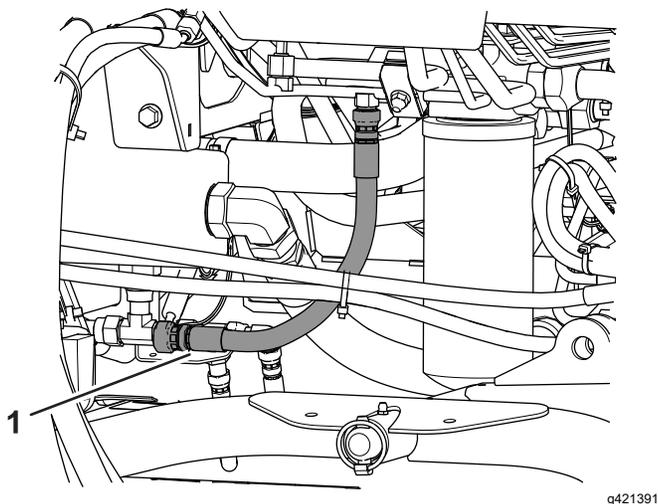

図 66
2. タンク 図 66 の下についているフィッティングの下に、オイルを受ける大型の容器を置く。